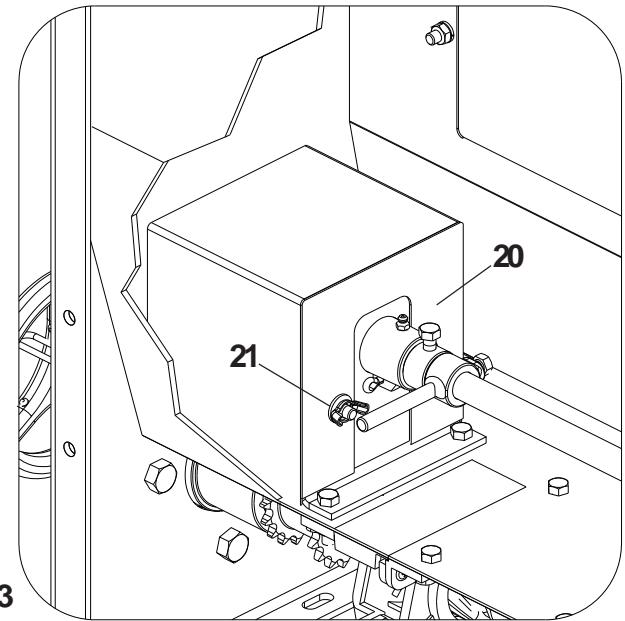

Figura 63
5 - Finalmente coloque a tampa de proteção (20) com porca borboleta (21). Aperte todos os parafusos por completo. **Figura 63.**